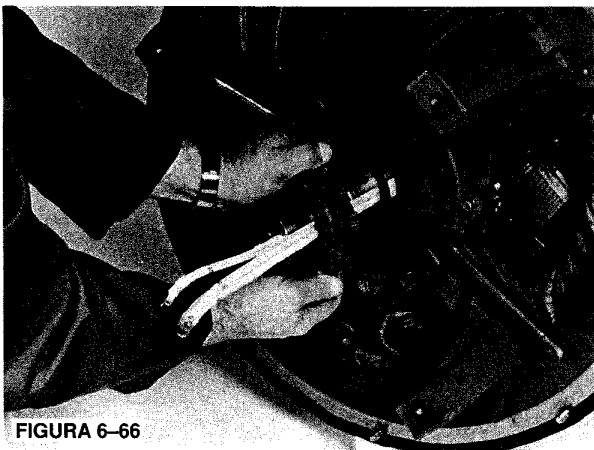

FIGURA 6-66
2. Deslice el rotor del PMG en el eje. (Figura 6-66.)